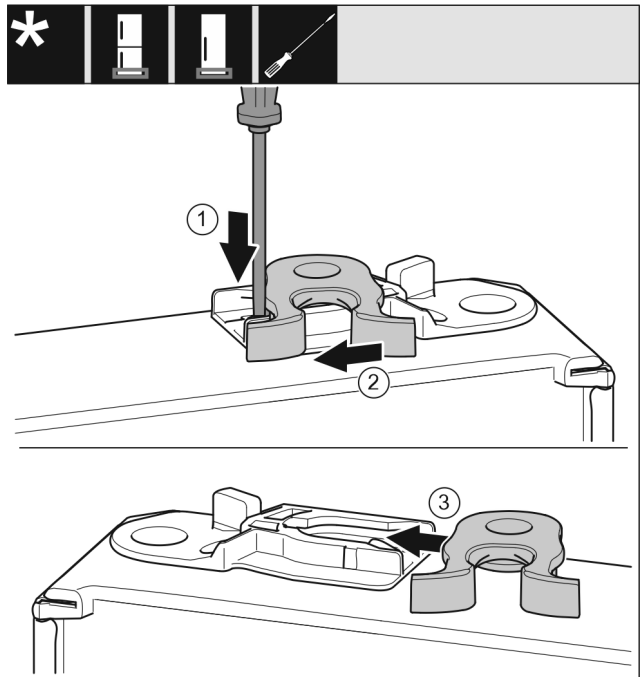

Fig. 20
- Shtypni për poshtë gjuhëzën Fig. 20 (1) me një kaçavidë me kokë petë.
- Nxirrni jashtë nga foleja udhëzuese grepat e mbylljes Fig. 20 (2).
- Futni grepat e mbylljes Fig. 20 (3) në fole të udhëzues në anën tjetër.